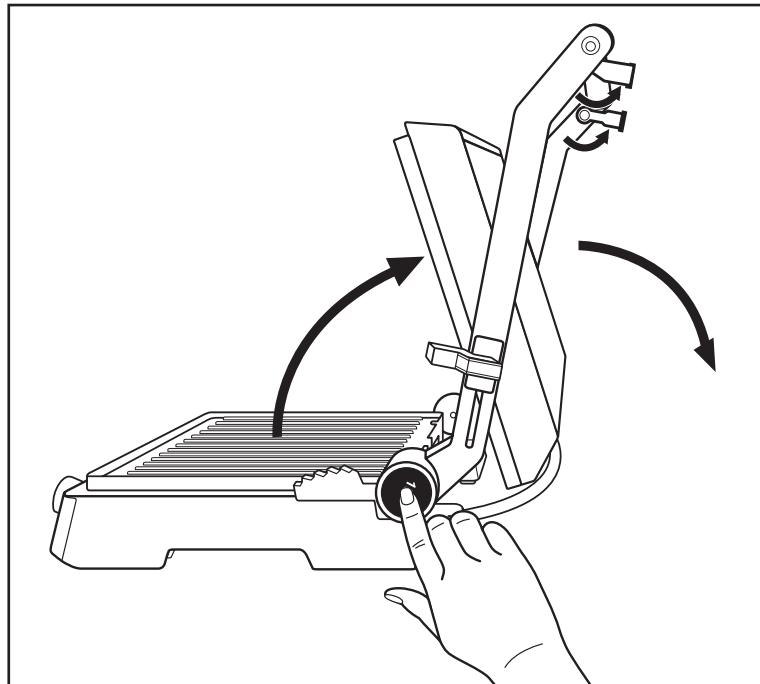

Fig. 1
- 1) Déliez les deux pieds ① (fig. 1)
- 2) Appuyez sur la touche de déverrouillage 180° ③ (fig.1) et ouvrez le couvercle de l'appareil de manière à ce que les deux plaques chauffantes ⑩ puissent être utilisées comme gril de table.